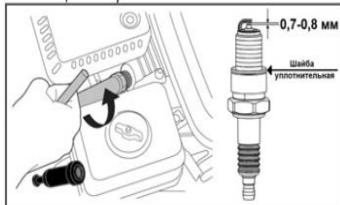

Рис. 29 Обслуживание свечи зажигания
1. Снимите со свечи зажигания колпачок и удалите грязь вокруг свечи зажигания (Рис. 29).
4. Измерьте зазор между электродами свечи зажигания специальным щупом. Зазор должен быть $0,7\text{--}0,8$ мм (Рис. 29). При увеличении, или уменьшении требуемого зазора, рекомендуется заменить свечу, так как регулировка зазора может привести к изменению качества искрообразования.